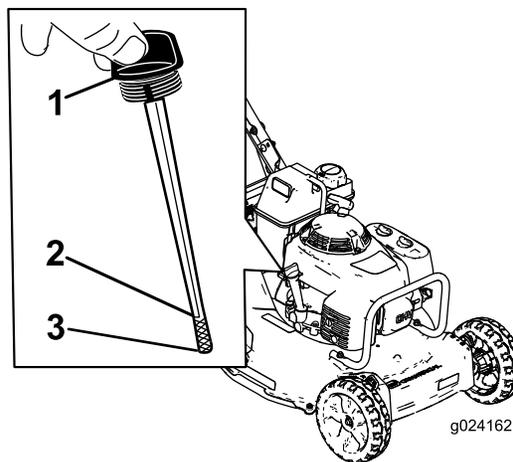

Figura 6
Prima di usare il tosaerba, verificate sempre che il livello dell'olio si trovi fra le tacche Add (rabboccare) e Full (pieno) sull'asta di livello (Figura 6).
- Pulite attorno all'asta di livello (Figura 6).